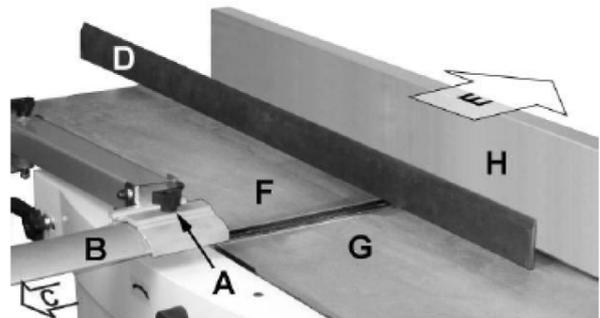

Abb. 11: Tischeinstellung
Schritt 2: Lösen Sie den Sperrknopf (A, Abb.11) und verschieben Sie den Messerkopfschutz (B) in Richtung C um den Tisch zu reinigen.
Schritt 3: Rutschen Sie die Anschlagsbaugruppe (H, Abb.11) in Richtung E so weit wie es geht zurück oder entfernen Sie sie komplett von der Maschine.
Schritt 5: Platzieren Sie ein Richtscheit (D, Abb.11) über die Front des Ausgabetisches (F) und lassen Sie es über den Eingabetisch (G) hinausragen.
Schritt 6: Notieren Sie sich die Position des Eingabetisches (G). Notieren Sie sich die Position des Richtscheits in Abb. in Hinsicht auf den Anschlag (H).
Schritt 2: Entfernen Sie den Messerkopfschutz (B, Abb. 11).